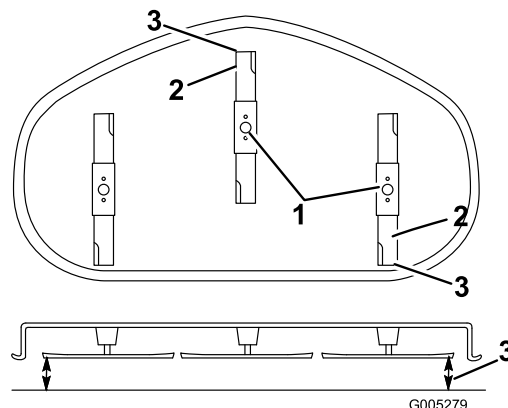

Figura 42
5. Ponga la altura de corte en 3 [3 pulg. (76 mm)] y gire con cuidado las cuchillas hasta que estén alineadas hacia adelante y hacia atrás (Figura 42).
6. Mida entre la punta de la cuchilla delantera y la superficie plana y entre la punta de la cuchilla trasera y la superficie plana (Figura 42). Si la punta de la cuchilla delantera no está entre 1,6 y 7,9 mm (1/16 y 5/16 pulgada) más baja que la punta de la cuchilla trasera, ajuste la contratuerca delantera.
la punta de la cuchilla más avanzada esté entre 1,6 y 7,9 mm (1/16 y 5/16 pulgada) más baja que la punta de la cuchilla más atrasada (Figura 42).